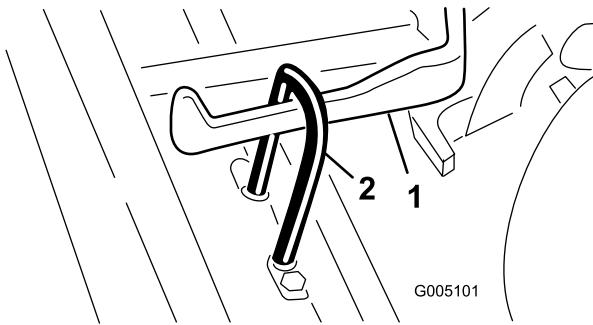

Figure 9
3. Poussez le plateau de coupe sous le bâti de traction en accrochant le galet de relevage au bras de relevage (Figure 9).